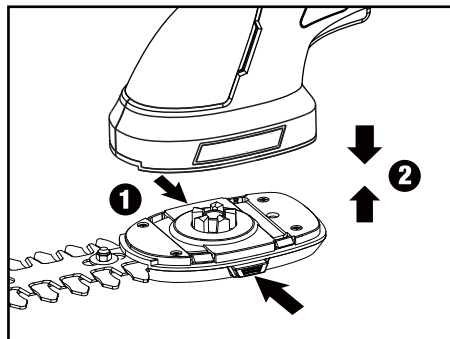

рис. 5
- Нажмите кнопку снятия крышки привода (8) (Рис. 5).